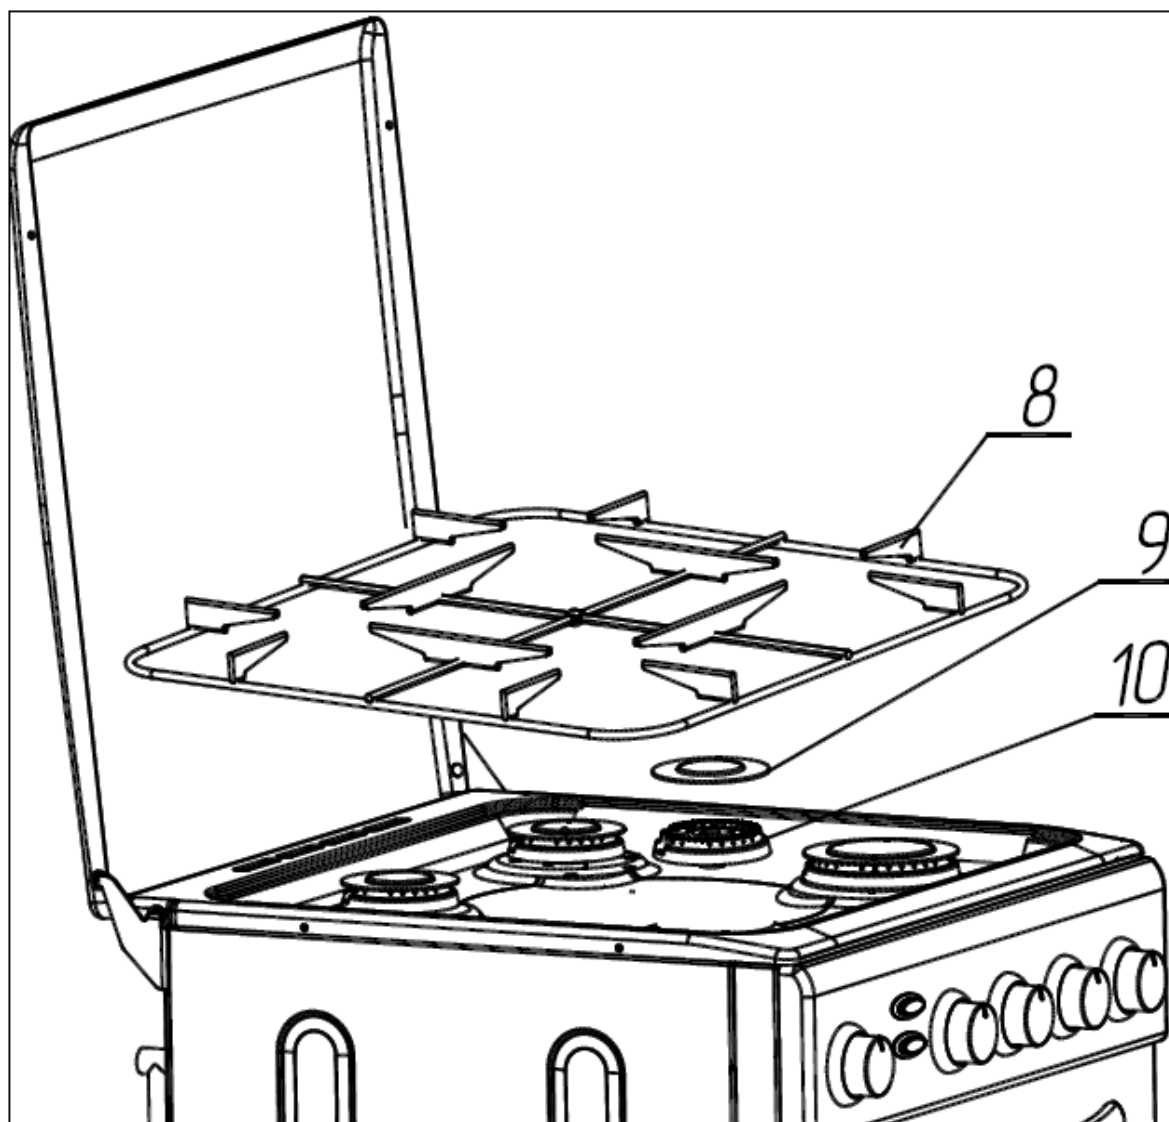
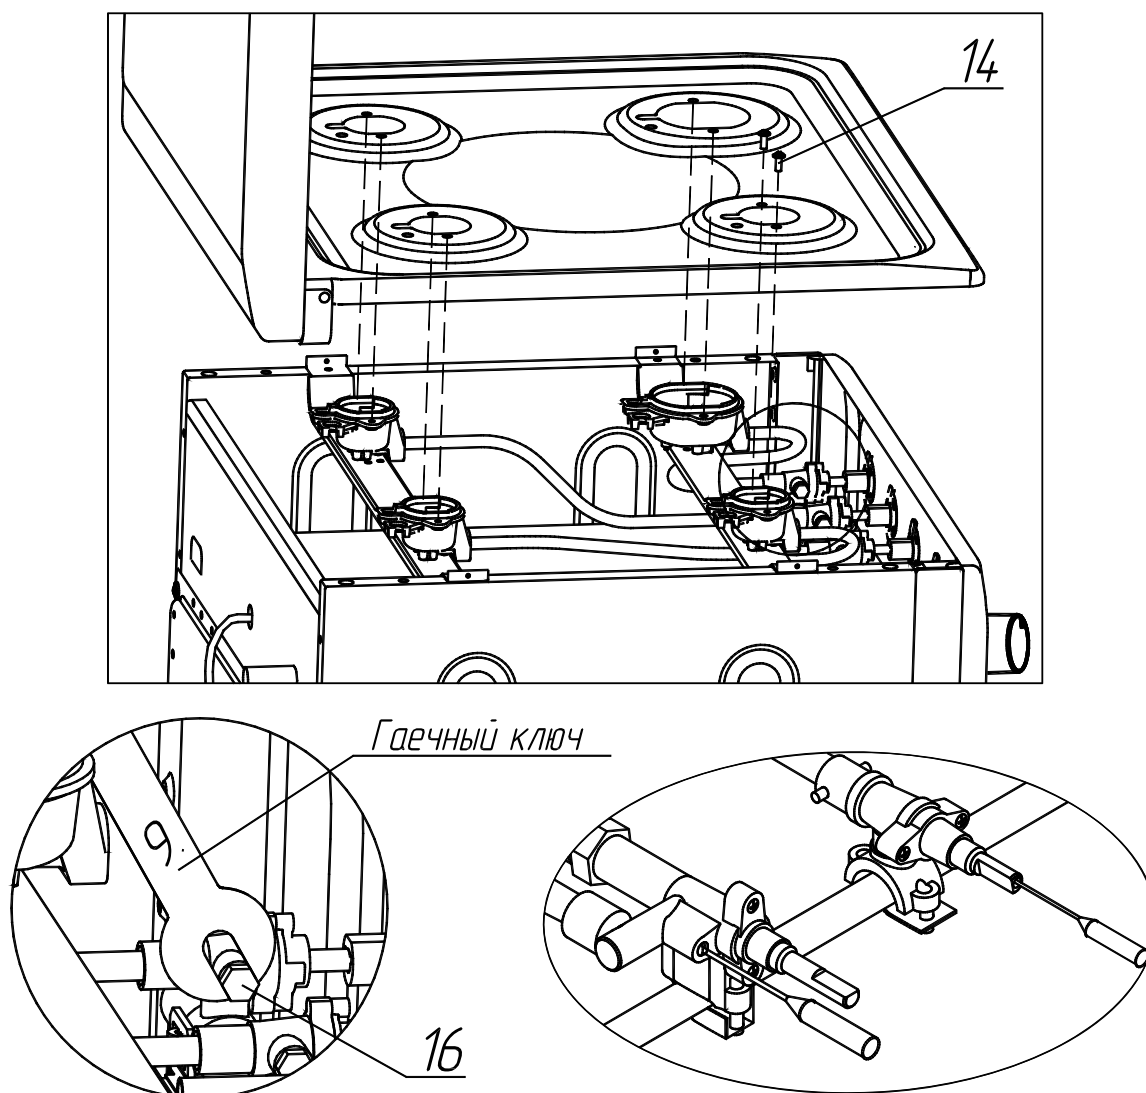

Рисунок 3 - Подготовка плиты к замене сопла
Рисунок 6 – Замена и регулировка винтов малого пламени.
4.2.3 Замена и регулировка винта малого пламени на кранах горелок стола и духовки (рисунок 6).
- снять решётку (8) с поддона плиты, а также крышки горелок (9) и вынуть насадки (10) (см. рис. 3);
- отвинтить винты (14) – 8 шт. и снять поддон с крышкой с плиты;
- гаечным ключом (рисунок 6, вариант А) (зев ключа 9 мм) отвинтить винты малого пламени (16) с кранов и заменить их ВМП для нового типа газа (см. табл. 2 «Характеристики горелок, сопел и ВМП»);
Для регулирования ВМП (рисунок 6, вариант Б), в кранах, имеющих отверстие в валу крана, необходимо перевести ручку крана в положение «малое пламя», снять рукоятку и отверткой, вставленной в шлиц ВМП через отверстие в валу, удерживая вал от